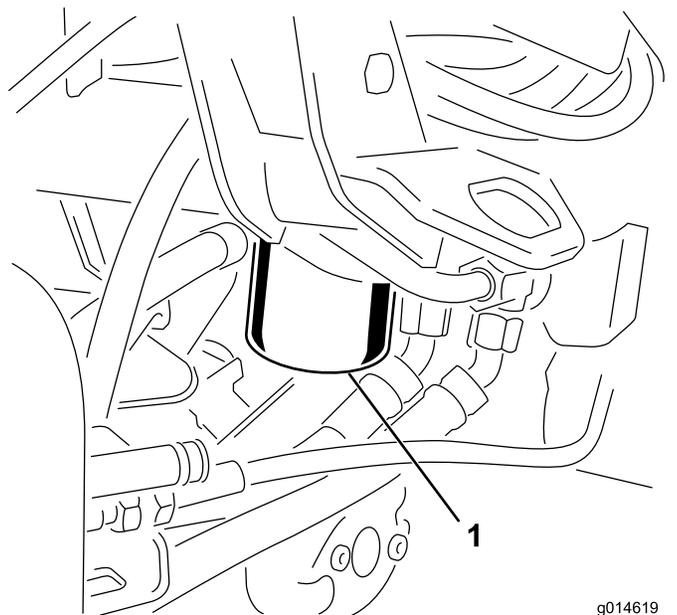

图 50
1. 清洁过滤器安装区周围的区域（图 50）。在过滤器下面放置一个放油盘并拆下过滤器。